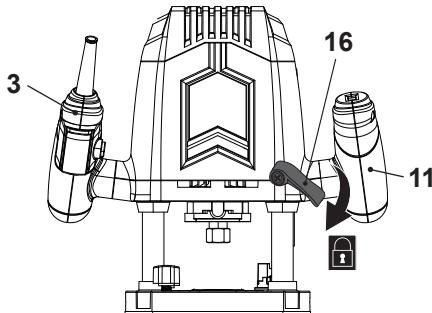

Fig. 1
> Aplicați o presiune ușoară pe mânera (3, 11) și în același timp slăbiți maneta de fixare pe adâncime (16) pentru a mișca carcasa în sus (Fig. 1, 2).